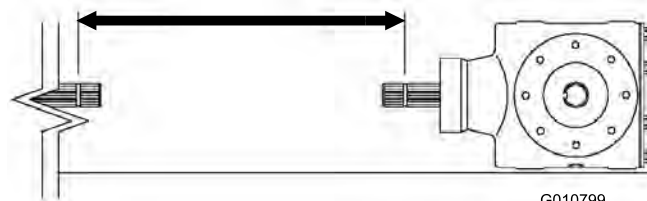
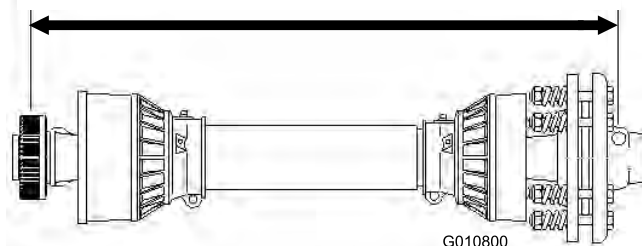

Figura 12
Figura 13
5. Meça a distância entre a folga na extremidade no eixo da tomada de força do tractor e a folga no eixo da tomada de força da transmissão do arejador (Figura 12). Registe esta distância. Exemplo: 70 cm.
6. No eixo da tomada de força, meça a distância entre o centro da esfera do pino de bloqueio numa extremidade e o centro do botão do pino de bloqueio na outra extremidade (Figura 13). Registe esta distância. Exemplo: 81 cm.
7. Utilizando a menor das duas medidas em Figura 12 e Figura 10, subtraia essa distância à distância em Figura 13. Exemplo: 81 cm menos 67 cm igual a 14 cm.